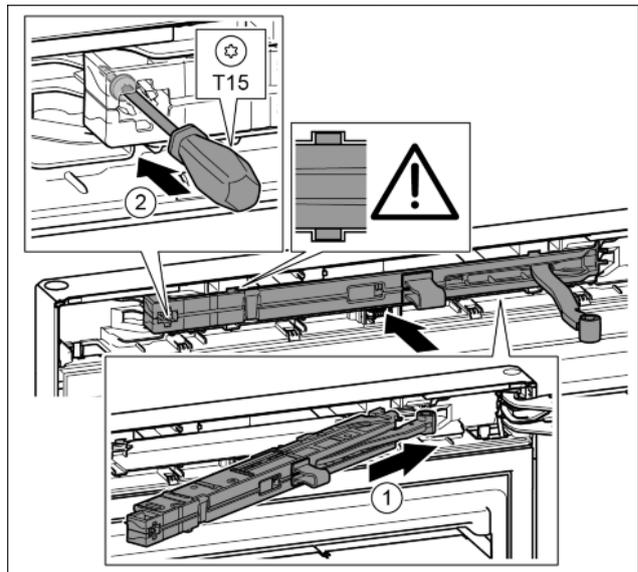

Fig. 44
- ▶ Inclinando nell'incavo spingere l'unità dell'ammortizzatore di chiusura sul lato del blocco di supporto fino alla battuta. Fig. 44 (1)
- ▶ Stringere la vite con un cacciavite T15. Fig. 44 (2)